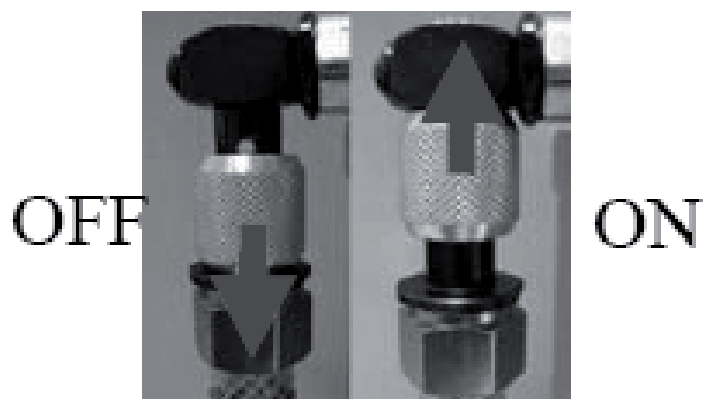

Fig. 01
- Betätigen Sie das Ventil (Fig. 01) in die „ON-Position“ um die Blindnietpistole unter Luftdruck zu setzen.
- Bei Nichtbenutzung betätigen Sie das Ventil (Fig. 01) in die „OFF-Position“ um die Blindnietpistole zu entlasten.